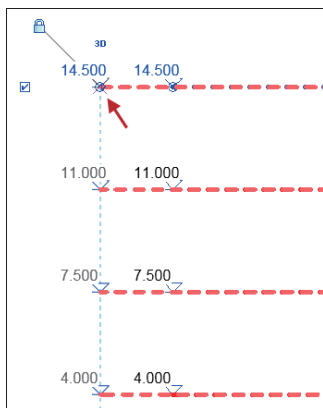

图2-58 移动端点
- 11 单击激活“端点位置”夹点，按住鼠标左键不放，移动鼠标，调整标头的位置，如图2-58所示。执行该操作，还可以调整标高线的长度。